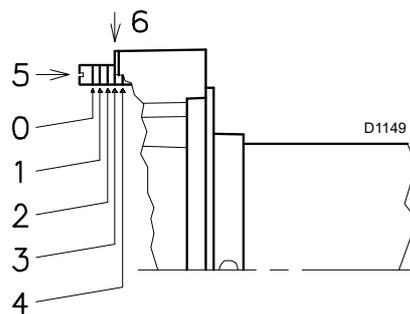
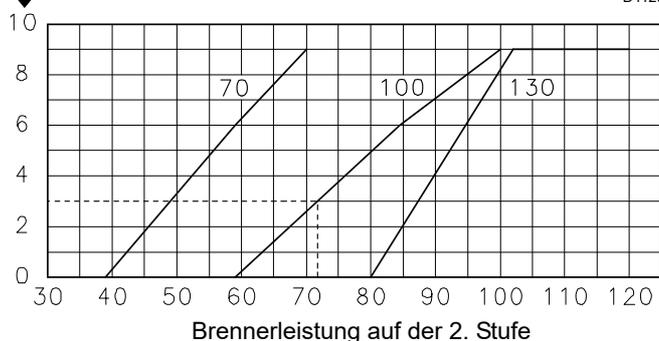

Abb. 18
Abb. 19
- Die Schraube 5)(Abb. 18) drehen, bis die vom Diagramm (Abb. 19) angegebene Kerbe mit der vorderen Fläche des Flanschs 6)(Abb. 18) übereinstimmt.
- Aus dem Diagramm (Abb. 19) geht hervor, dass die Einstellung des Flammkopfs bei diesem Durchsatz auf Kerbe 3 durchgeführt wird, wie in der Abb. 18 ersichtlich.